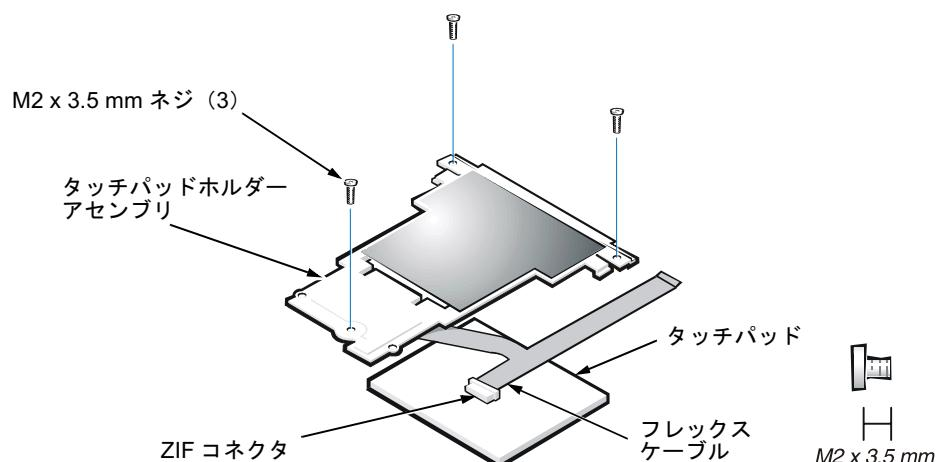

図 16 タッチパッドの取り外し
5. タッチパッドアセンブリとパームレストアセンブリを固定している 3 本の M2 x 3.5 mm ネジを取り外します（図 16 参照）。
8. タッチパッドの背面にある ZIF コネクタからフレックスケーブルを取り外します（図 16 参照）。